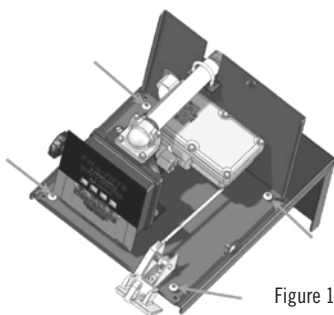

Figure 1
4. Placer le distributeur sur la plaque de fixation ; à l'aide de 4 vis 5/16 x 18, écrous et rondelles de viroles, bien visser le distributeur sur la plaque de fixation à travers les 4 trous situés dans le fond de la base de l'armoire de distributeur (Figure 1).